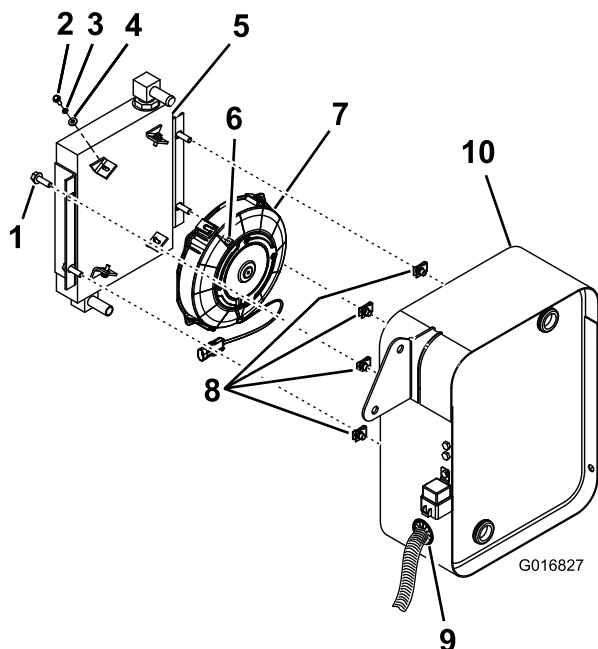

Bild 5
1. Wenn der Lüfter und der Ölkühler nicht montiert sind, befestigen Sie den Lüfter mit vier Schrauben, vier Sicherungsmuttern, vier Flachscheiben und vier Vierkantmuttern am Ölkühler, wie in (Bild 5) dargestellt.
- Schieben Sie die vier Tinnerman-Muttern auf die Ölkühlerstütze, wie in Bild 5 dargestellt.
- Schieben Sie eine Schlauchklemme auf jedes Ende der zwei Schläuche, die durch die Rückseite der Ölkühlerstütze herausragt, und stecken Sie zwei (rechtwinkelige) Krümmer in die zwei Schläuche (Bild 5).
- Befestigen Sie den Lüfter und den Ölkühler mit vier Schrauben (5/16 x 1") durch die Seitenflansche des Ölkühlers und mit vier Tinnerman-Muttern an der Ölkühlerstütze (Bild 5).